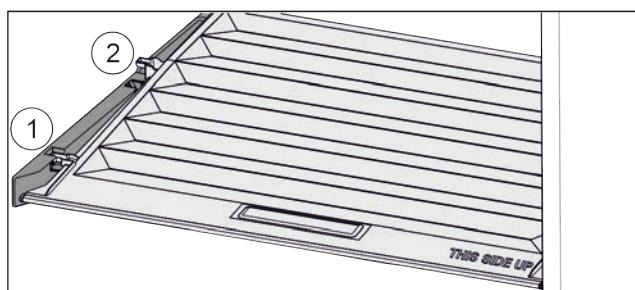

Fig. 45
- Потянуть крышку до отверстия в поддерживающих деталях вперед Fig. 45 (1).
- Поднять сзади снизу и извлечь Fig. 45 (2) движением вверх.